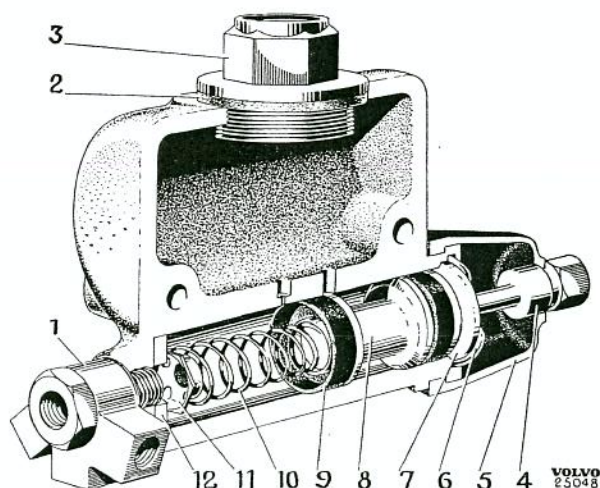

Bild 21. Huvudcylinder.
2. Kräng gummikåpan (5 bild 21) av huvudcylindern och tag bort tryckstång (4) med gummikåpa.
3. Tag ut kolv (8), packning (9), returfjäder (10) med ventil (11) samt packning (12).
4. Tag bort trevägsförgrening (1) med bromskontakt.
1. Placera packningen (12 bild 21) samt ventil och returfjäder (10) i cylindern.
2. Montera bakre packning på kolven (8). Doppa kolv och packning (9) i bromsvätska och tryck in dem i cylindern. Sätt stoppbrickan (7) på sin plats och montera låsringen (6).
3. Placera tryckstängan (4) i kolven (8) och kräng gummikåpan (5) över ansatsen på huvudcylindern. Montera trevägsförgreningen (1) med bromskontakt.